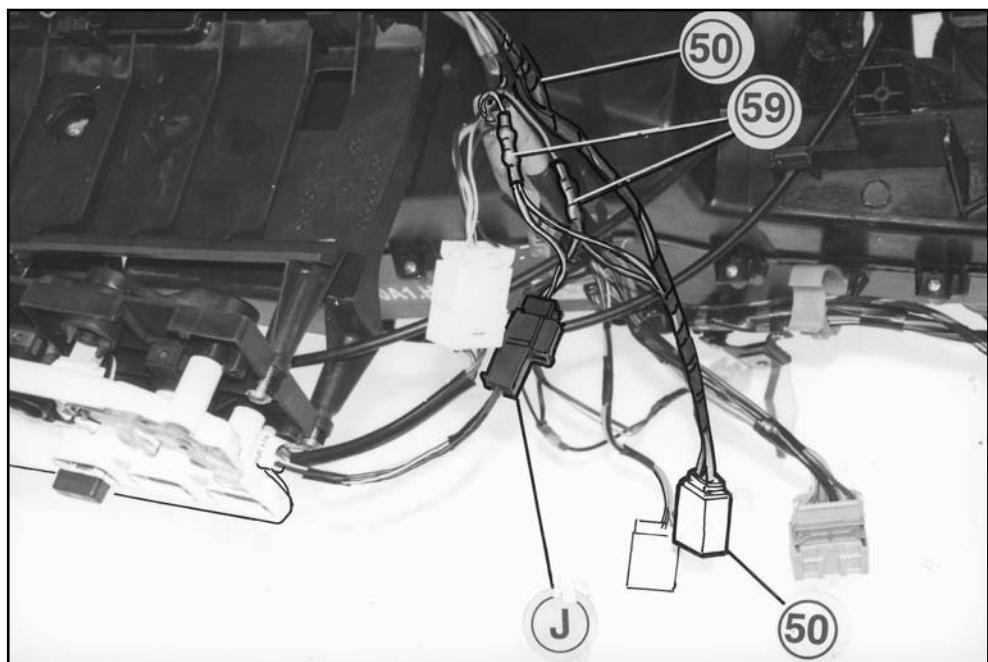

FIG. 42
**ATTENZIONE:** la colorazione dei cavi originali cablati al connettore «Q» e la soluzione di collegamento ai medesimi (vedi anche fig. 42) varia in funzione del tipo di alimentazione del motorino ventilante (vedi pos. 2-11-12 degli schemi elettrici allegati).
**ATTENTION:** la coloration des fils d'origine câblés au connecteur «Q» et la solution de connexion à ceux-ci varie en fonction du type d'alimentation du moteur ventilateur (voir pos. 2-11-12 des schémas électriques joints).
**ATTENTION:** the coloring of the original wiring connected to connector «Q» and the solution for connection vary (also see Fig. 42) depending on the type of power supply used by the fan motor (see the enclosed wiring diagram, pos. 2-11-12).
**ACHTUNG:** die Farbe der an den Steckverbinder «Q» angeschlossenen Original-Kabel und die Anschlusslösung an denselben (siehe auch Abb. 42) variiert je nach dem Versorgungstyp des Lüftermotors ( siehe Pos. 2-11-12 der elektrischen Schemen im Anhang).
**ATENCIÓN:** la coloración de los cables originales cableados al conector «Q» y la solución de la conexión a los mismos (véase también fig.42) cambia según el tipo de alimentación del motorcillo ventilante (véase pos. 2-11-12 de los esquemas eléctricos adjuntos).